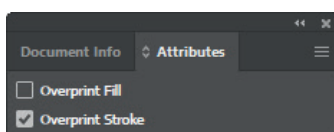

fig. 2
5. Passez le contour sur « Surimpression », voir fig 2.
4. Très important ! Placez les surfaces / contours vectoriels sur « Surimpression », voir fig. 2.